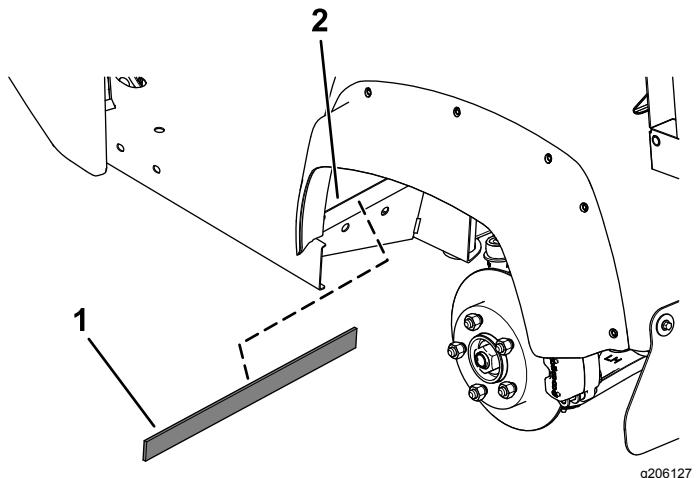

図4
6. フロアプレートとシールベースとの間に、ゴム製シール2枚を取り付ける接着剤のついている面を図4のようにフロアプレートに貼りつける。